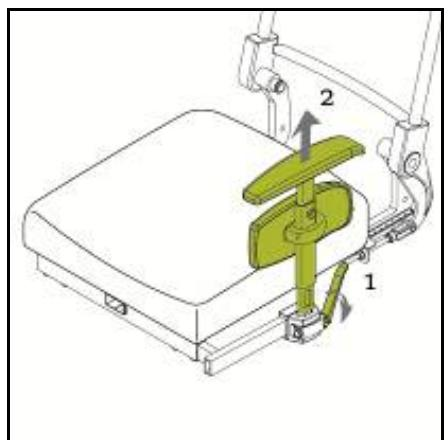

Figure 6.3
#### Transfert par le côté (fig. 6.3)
- Pousser le taquet vers l'arrière afin de déverrouiller l'accoudoir (fig. 6.3).
- Soulever l'accoudoir pour le libérer de son support (fig. 6.3).